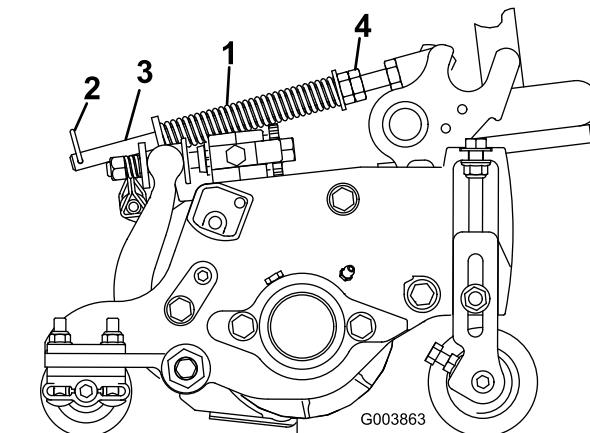

図 21
1. ヘアピン・コッターがスプリング・ロッドの後の穴に差し込まれていることを必ず確認してください（図 21）。
2. スプリングロッド前部の6角ナットを締めて、スプリング（圧縮状態）の長さが15.9 cm になるようにする（図 21）。